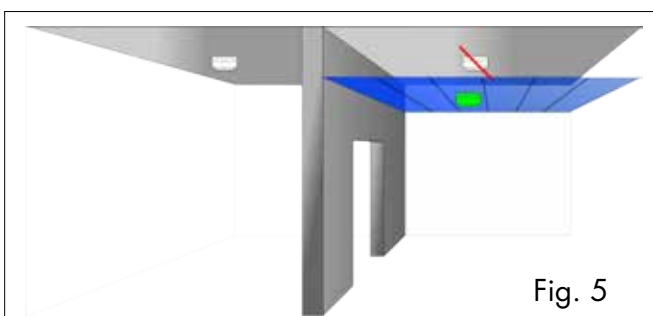

Fig. 5
- ¿El falso techo es impermeable al humo (fig. 5)?